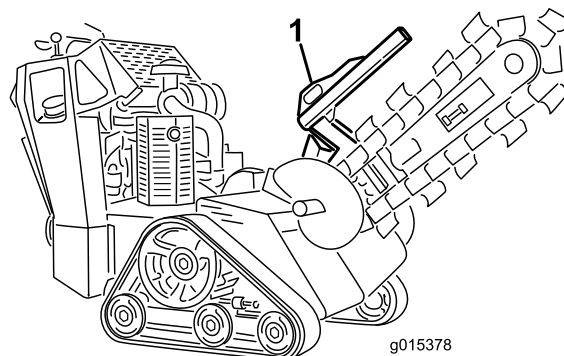
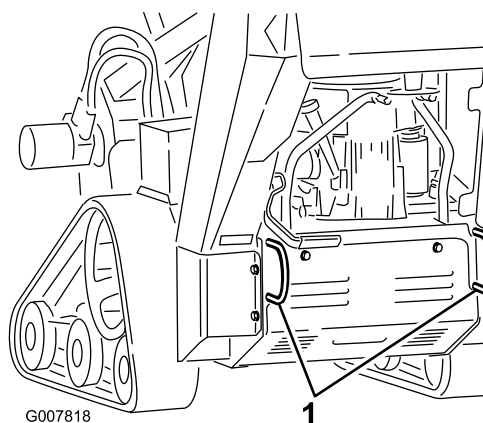

Figure 22
Figure 23
3. Pour arrimer la machine sur la remorque, passez des chaînes ou des sangles dans les points d'attache/de levage situés à l'avant et à l'arrière de la machine (Figure 22 et Figure 23). Reportez-vous aux ordonnances locales concernant les exigences d'arrimage et de remorquage.
Vous pouvez soulever la machine en vous servant des points d'attache/de levage (Figure 22 et Figure 23).